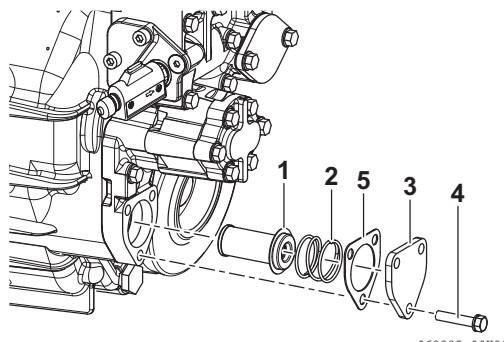

Figura 3
- Rimuovere il coperchio laterale (**Figura 3, (3)**) e rimuovere il filtro (**Figura 3, (1)**).
- Tenere in posizione il filtro con la molla elicoidale (**Figura 3, (2)**) e inserirlo nella scatola. Installare un nuovo guarnizione (**Figura 3, (5)**) nel coperchio laterale.